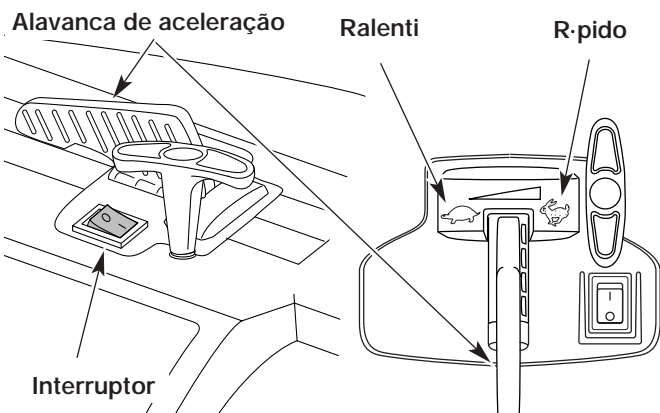
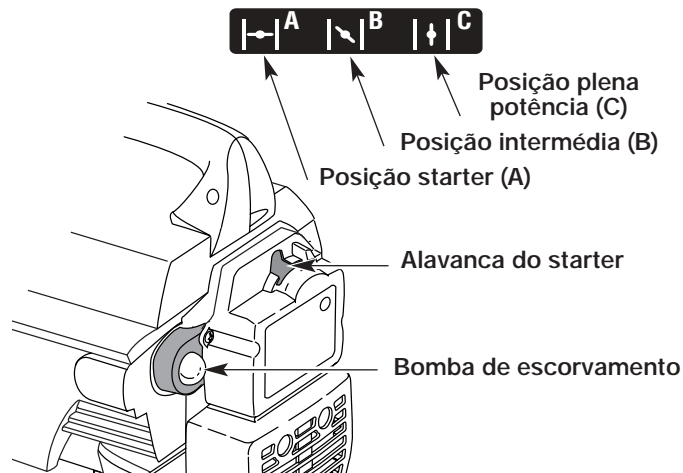

Fig. 10
Fig. 11
**NOTA:** O botão de ignição é um interruptor momentâneo e está sempre na posição de ligado, ou "ON" (I) (Fig. 10).
3. Aperte e solte 10 vezes a bomba de escorvamento, lenta e completamente. O combustível deve ser visível na bomba (Fig. 11). Se não for visível, premir mais três vezes até que apareça.
4. Coloque a alavanca do starter na posição starter (A) (Fig. 11).
5. Com o aparelho no chão, passe a alavanca de aceleração para a posição r-pido (☛) (Fig. 10).
7. Coloque a alavanca do starter na posição intermédia (B) (Fig. 11).
**NOTA:** O aparelho não funciona na posição starter (A).
10. Deixe o motor aquecer durante 5 a 10 segundos. Ponha a alavanca do starter na posição plena potência (C) (Fig. 11).
**NOTA:** Se o motor estiver afogado durante a tentativa de arranque, ponha a alavanca do starter na posição plena potência (C). Ponha a alavanca de aceleração na posição r-pido (☛) (Fig. 10). Puxe energicamente a corda de lançamento. O motor deve arrancar após 3 (três) a 8 (oito) tentativas.
**NOTA:** Não é necessário utilizar o starter para arrancar um motor quente. Coloque o controle do acelerador na posição mais rápida (☛) (Fig. 10) e dê partida na unidade com o controle do afogador na posição parcial, ou "PARTIAL" (B|I) (Fig. 11).
1. Ponha a alavanca de aceleração na posição de ralenti (☛) (Fig. 10). Deixe o motor arrefecer trabalhando ao ralenti.
2. Pressione e mantenha pressionado o botão de ignição na posição de paragem, ou "STOP" [O] até que o motor pare totalmente (Fig. 10).
1. Ponha o interruptor na posição PARADO [O] (Fig. 10) e espere que o rotor termine a rotação.